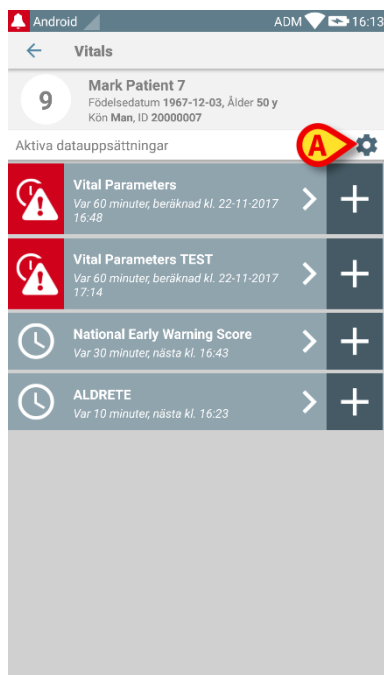

Fig. 69
Gör följande för att komma åt konfigurationsalternativen för datauppsättningarna, efter valet av patient, på skärmbilden med listan över datauppsättningar (Fig. 69):
- Tryck på ikonen  (Fig. 69 A).